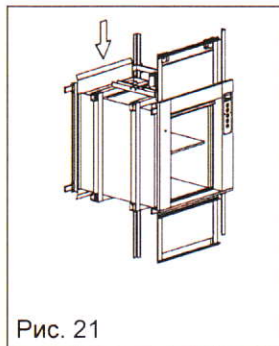

Рис. 21
- Щит ограничения выступа груза при загрузке кабины (Рис. 21)